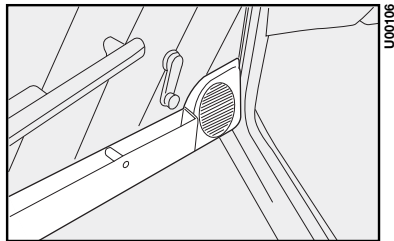

fig. 79
- altoparlante en la puerta delantera derecha **fig. 79**;